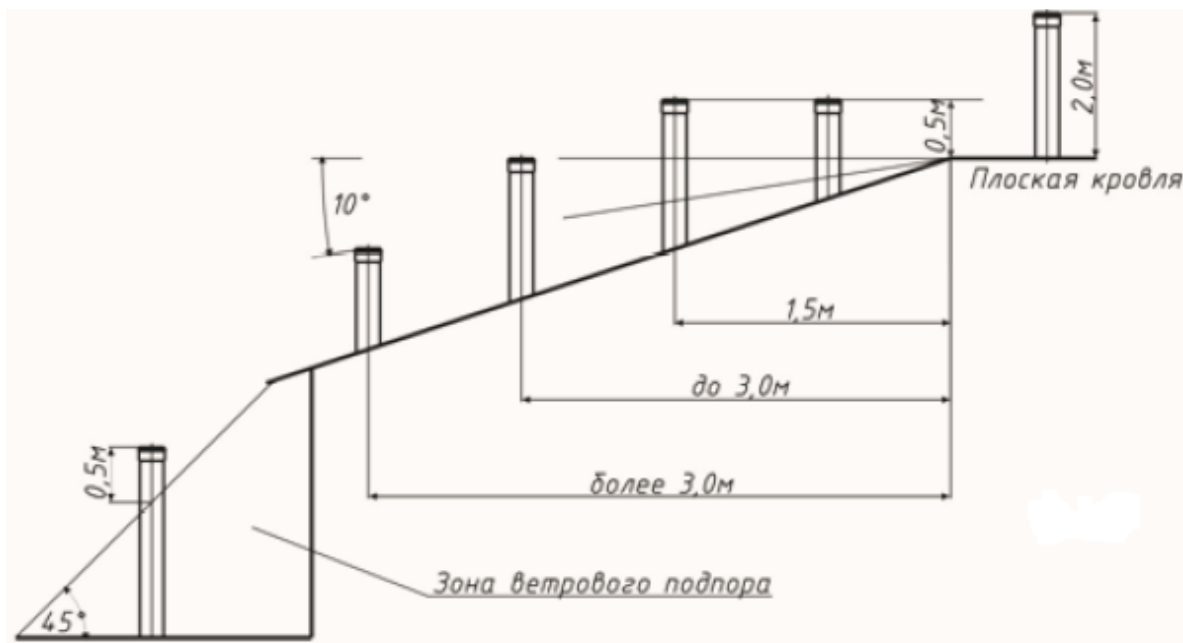

Рисунок 4 - Вылет трубы дымовой трубы в зависимости от конструкции кровли.
8. Для получения нормального режима горения топлива и создания тяги необходимо иметь прямую дымовую трубу. В случае необходимости допускается прокладывать горизонтальные газоходы (борова) длиной не более 1,5 м. Высоту дымовой трубы над крышей (в зависимости от расстояния ее до конька крыши) рекомендуется выполнить как показано на рис. 4.